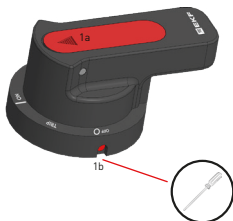

Рис.6. Механизм блокировки и экстренного демонтажа
Для блокировки необходимо нажать на кнопку красного цвета (см. Рис. 6, 1а), расположенную на тыльной стороне рукоятки, и извлечь красную часть рукоятки. Возможна установка блокирующего устройства (навесной замок, приобретаемый отдельно).
8) Механизм экстренного демонтажа позволяет открыть дверь щита (НКУ) вместе со смонтированной на дверь выносной рукояткой как в положении «I ON», так и в положении «0 OFF». Для этого необходимо нажать на красную кнопку, расположенную рядом с маркировкой «0 OFF» (см. Рис. 6. 1б).